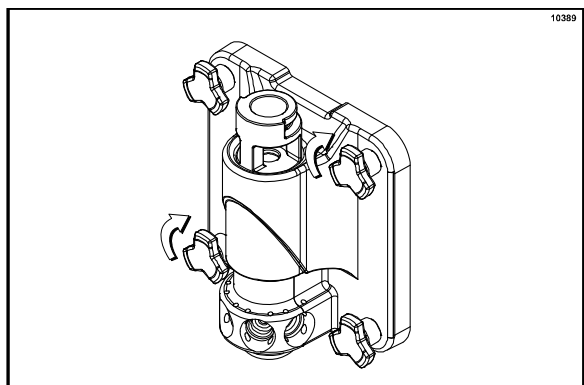

Figura 122
12. Instale a porta do cilindro do shake. Posicione a porta sobre os quatro prisioneiros na frente do cilindro de congelamento. Alinhe o topo da válvula de extração com o suporte do elevador da válvula. Instale os parafusos de aperto manual (os parafusos curtos na parte inferior da porta). Aperte-os igualmente, usando um padrão entrecruzado para assegurar que a porta fique bem firme. **Não aperte demais.** (Veja a Figura 122.)